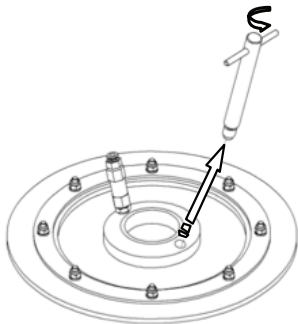

Fig. 5
- Dévisser et retirer la tige de purge du suiveur de la plaque, mais la garder à proximité (Fig. 5).